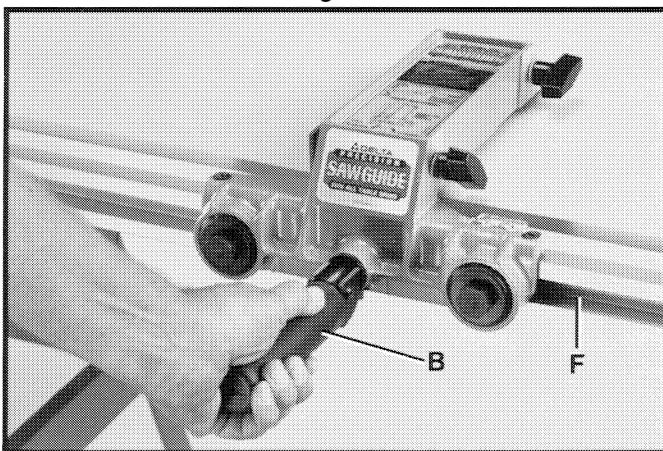

Fig. 45
3. Gire la agarradera (B) Fig. 45 a la derecha. Esto impedirá que la abrazadera de la guía se deslice fuera del canal (F).